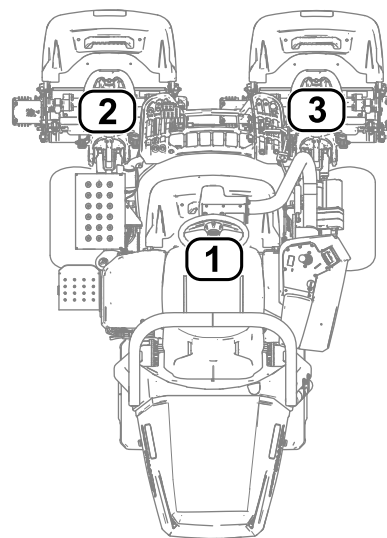

Figure 28
- 1 correspond à l'unité de coupe centrale (Figure 28)
- 2 correspond à l'unité de coupe avant gauche (Figure 28)
- 3 correspond à l'unité de coupe avant droite (Figure 28)